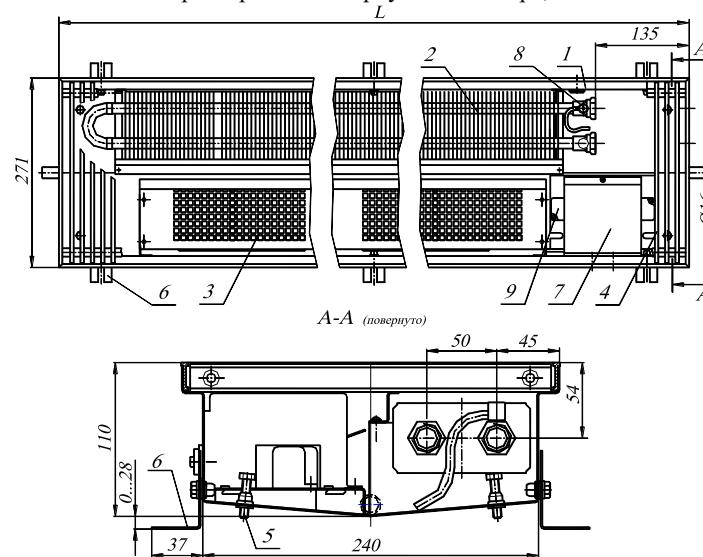

Рис.1 Конвектор KVOK12 27.11.060...300-ВКТ-П
4.1. Конвекторы имеют (см. рис.1, 3):
4.2 Размеры изделий представлены на Рис.1, 2, 3, 4 и в таблице 1, 2.